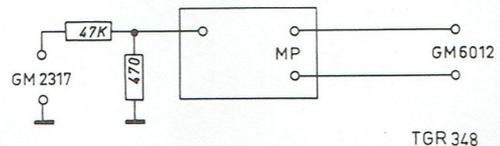

Fig. 28
Sensibilité d'enregistrement (fig. 28).
- 2° Appliquer un signal de 1.000 Hz à travers une résistance de 47 kΩ (diviseur de tension, voir fig. 28).